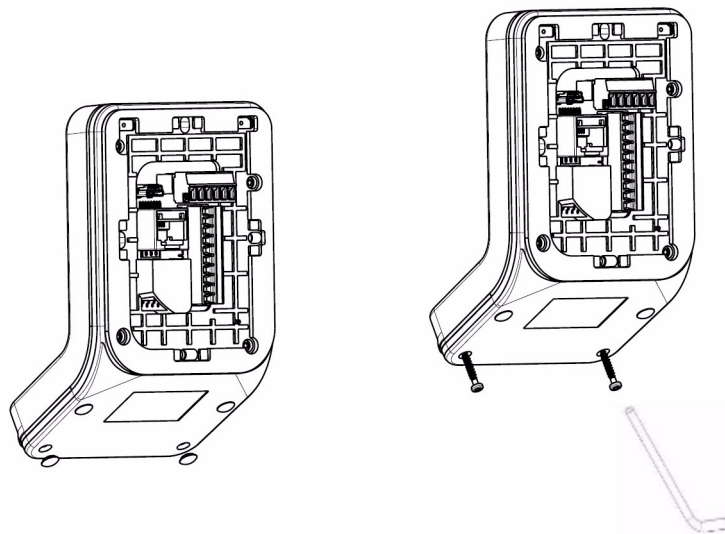

Figure 3.25: Retrait des vis de la face avant fumée
1. Retirer les deux bouchons de vis en caoutchouc et dévisser les deux vis M2,5X14 à l'aide de la clé Torx coudée (voir Figure 3.25).